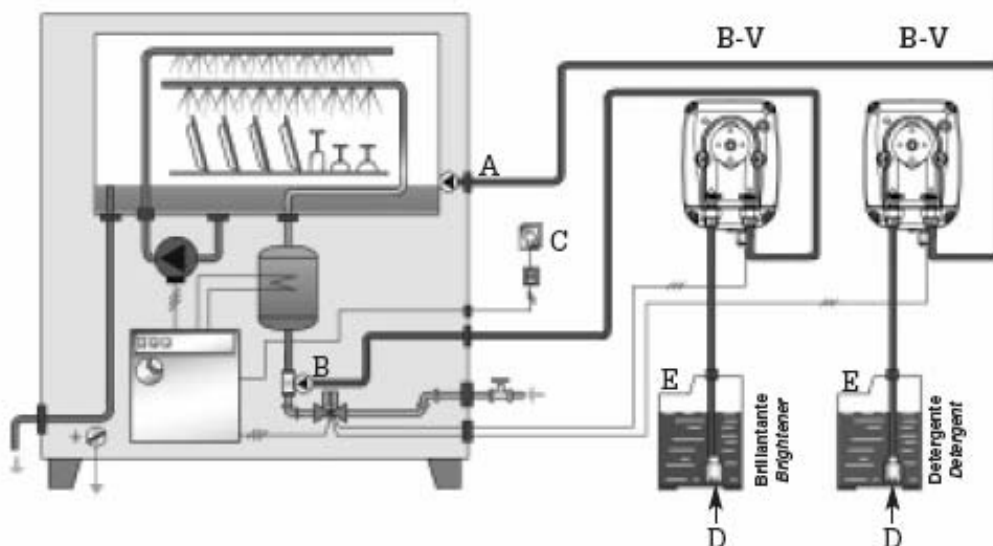

Fig. 8
3.1. Стандартный вариант подключения насоса серии B-V (Рис.8)